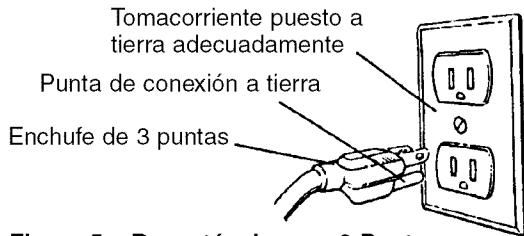

Figura 5 – Receptáculo para 3 Puntas
- Esta herramienta viene equipada con un cable aprobado y especificado para 150 V y un enchufe de 3 puntas para conexión a tierra (vea la Figura 5) que lo protegen a usted contra el riesgo de un electrochoque.
- El enchufe de conexión a tierra deberá conectarse directamente a un receptáculo para 3 puntas instalado y conectado debidamente a tierra, tal como se muestra (vea la Figura 5).